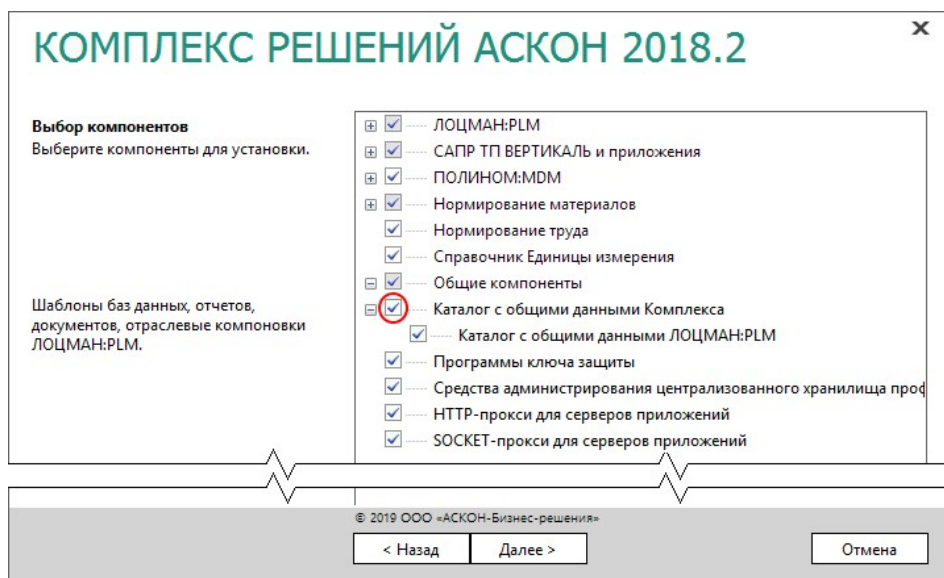

Рис. 3.12
- ♦ вернитесь к этапу выбора компонентов и выключите компонент **Каталог с общими данными Комплекса** в дереве программных продуктов (рис. 3.12);